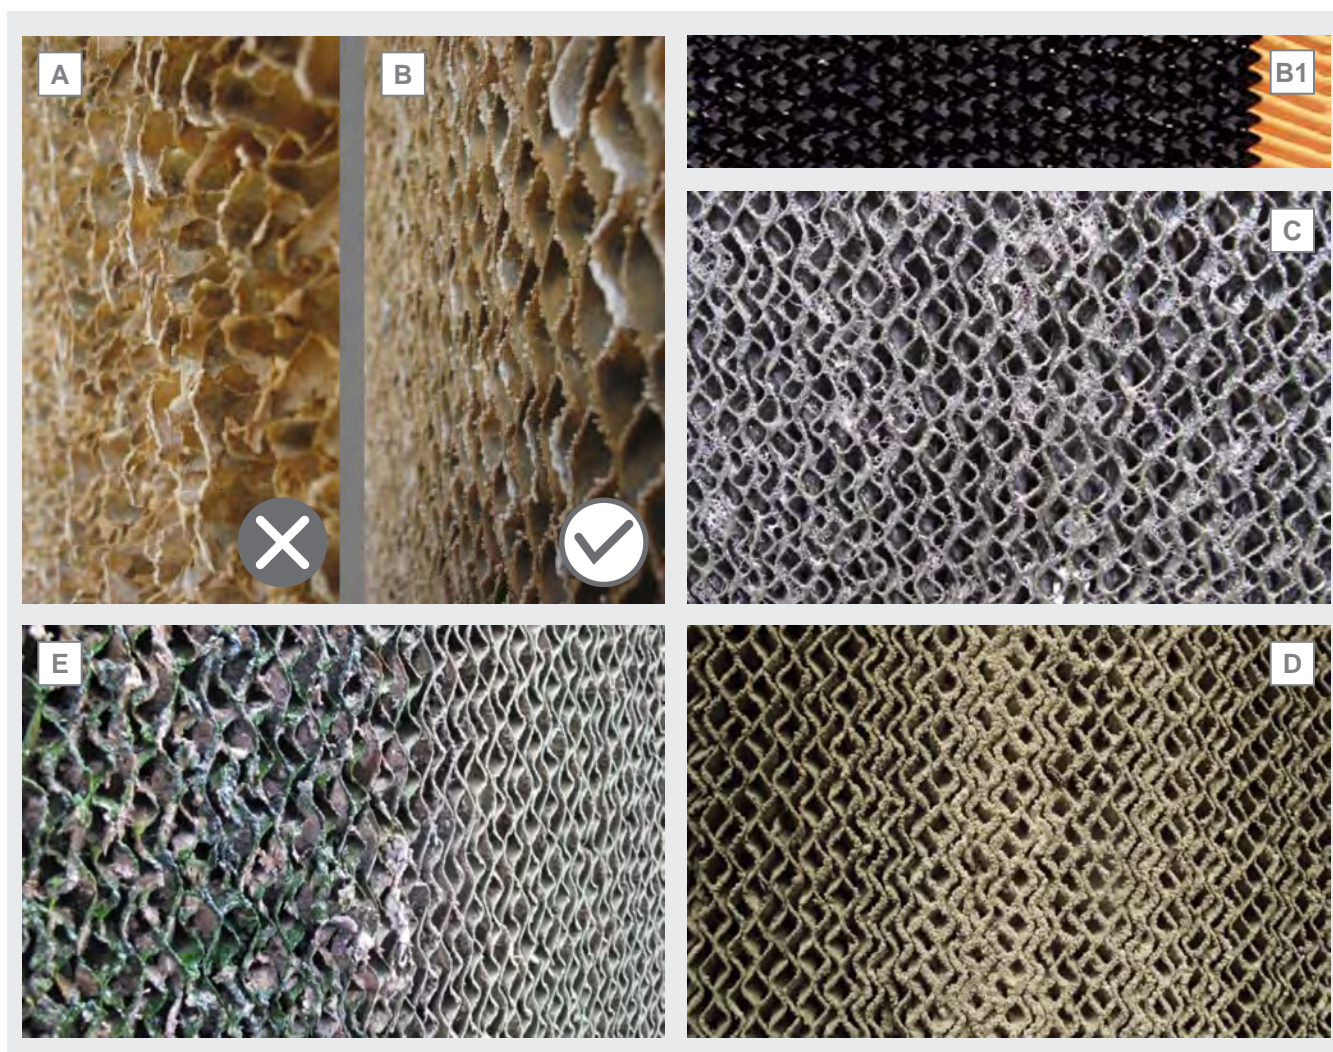

Figure 19
- 12.11.4 S'ils sont usés, incrustés de calcaire ou de saletés de toutes sortes, les panneaux en carton doivent être remplacés afin de ne pas nuire aux performances du modèle. Contacter Modine si nécessaire. Les panneaux en carton usés doivent être éliminés conformément à la réglementation en vigueur. Voir la Figure 19 A comme exemple d'un panneau usé à remplacer, la Figure 19 B comme exemple d'un panneau en bon état. La Figure 19 C est un exemple de panneau à nettoyer (nettoyage de routine). Si nécessaire, les panneaux peuvent être dotés d'un traitement de surface qui empêche l'adhésion du biofilm et des sels précipités : le traitement de surface peut influencer positivement le temps d'entretien des panneaux, leur durabilité et faciliter le nettoyage. Voir la Figure 19 B1.
12.11.16 Dans le cas d'un panneau incrusté de dépôts de calcaire ou de silicate (voir la Figure 19 D) ou de colonies d'algues ou de bactéries (voir la Figure 19 E), il est possible de procéder comme suit : rincer le panneau avec de l'eau à basse pression et frotter la surface avec une brosse à poils doux. Rincer le panneau avec de l'eau à basse pression.